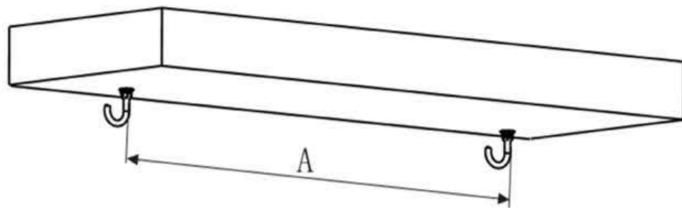

图7
- 1、用电钻在天花板钻两个大小及相对位置合适的孔，并且确定两个孔位形成的直线与墙面平行，在两个孔内钉入两只拉爆顶钩。(如图7)